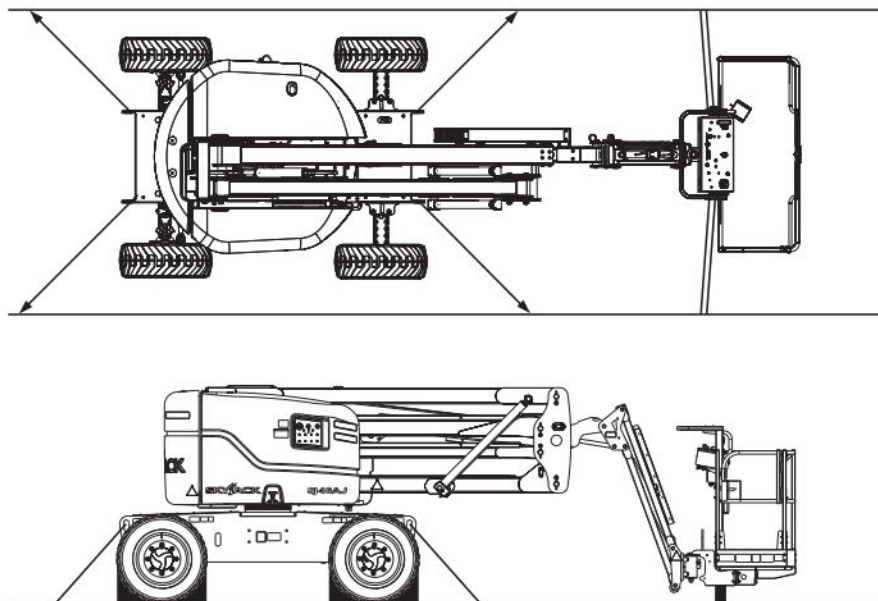

Figura 3-6. Pontos de amarração
6. Prenda a plataforma aérea à superfície de transporte usando os pontos de amarração (consulte a Figura 3-6).